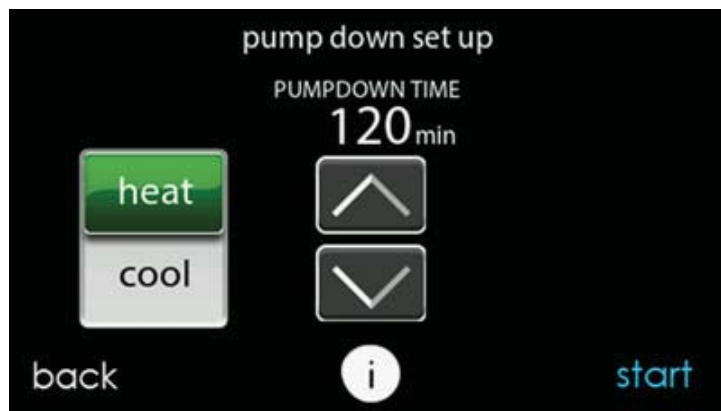

Fig. 22 – Pantalla "Pump Down Setup" (Configuración de bombeo)
3. El modo de bombeo COOL (Enfriamiento) permite aislar el refrigerante en una unidad para exteriores. Establezca el período deseado. El período predeterminado para el procedimiento es de 120 minutos. Consulte la Fig. 22.